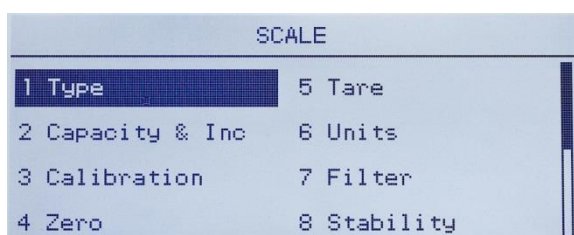

Figure 3-16 : Menu de configuration de la balance, première page
2. Avec Bascule en surbrillance, appuyez sur ENTRÉE ou sur la touche 1 du clavier numérique afin d'utiliser la méthode des raccourcis. La Figure 3-16 présente la première sélection des sous-branches de la bascule.